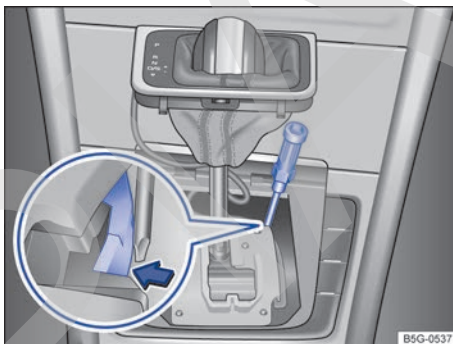
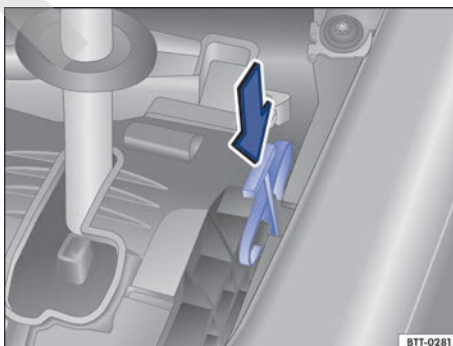

Fig. 116 Debajo de la cubierta de la corredera de la palanca selectora: desbloqueo de emergencia (variante 1).
Fig. 117 Debajo de la cubierta de la corredera de la palanca selectora: desbloqueo de emergencia (variante 2).
- Tire de la cubierta, por la zona del guardapolvo de la palanca selectora, hacia arriba y con cuidado junto con los cables eléctricos que lleve conectados → fig. 116.
- Con la hoja plana del destornillador de las herramientas de a bordo, presione la palanca de desbloqueo con cuidado en el sentido de la flecha y manténgala en esta posición → fig. 116 (variante 1) o presione la palanca de desbloqueo en el sentido de la flecha y manténgala en esta posición → fig. 117 (variante 2).